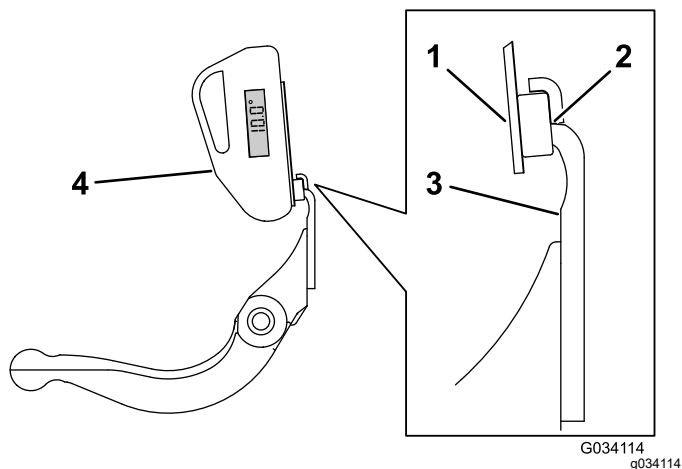

図 31
3. 傾斜計マウントのマグネットのエッジがベッドナイフのエッジに密着するように、ベッドナイフのエッジに傾斜計マウントをセットする 図 31。
4. 図 31 に示すようにマウントに傾斜計を取り付ける。